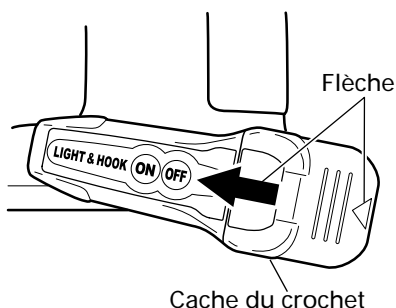

Fig. 15
Retirer le cache du crochet en appuyant dessus dans le sens de la flèche. (Fig. 15)
- (3) Aligner la découpe du corps principal du crochet sur la saillie du cache du crochet, appuyer sur le cache du crochet dans le sens contraire à celui de la flèche de la Fig 15, puis resserrer la vis. Utiliser des piles AAAA (1.5 V) en vente dans le commerce.